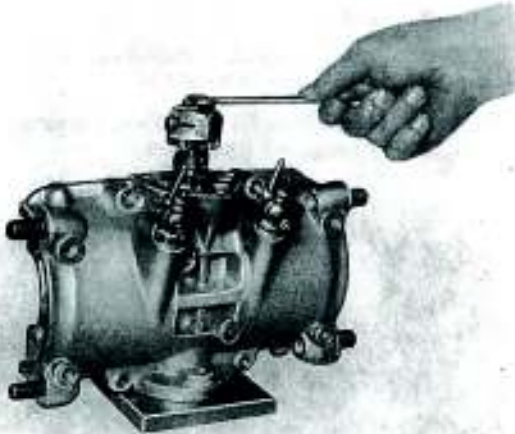

Bild 48. Gegenhalter in Ringrillenlagerbohrung stecken und Mutter lösen
1. Gegenhalter in Ringrillenlagerbohrung stecken und somit Querwelle arretieren. Sicherungsblech aufbiegen und Mutter lösen (Bild 48).